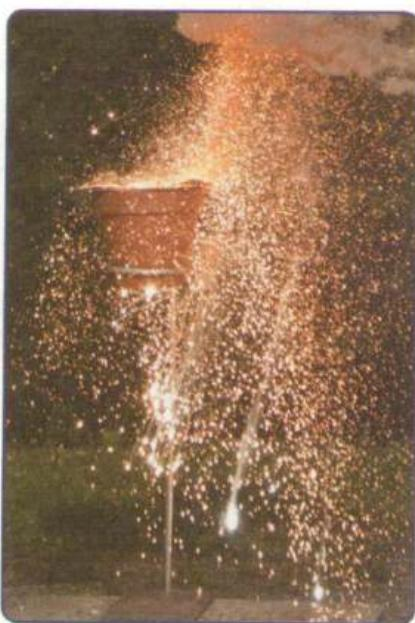

Рис. 51. Алюминотермия
4. Более активные металлы вытесняют менее активные из их оксидов с выделением большого количества теплоты — металлотермия (рис. 51):